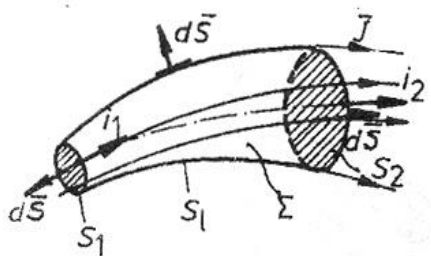

Fig.2.13. Conservarea intensității curentului într-un tub de curent.
**Consecință.** Dacă se consideră un tub de linii de curent și se aplică relația (2.23) suprafeței închise  $\Sigma$ , compusă din suprafețele transversale  $S_1$  și  $S_2$  și suprafața laterală  $S_1$  (unde  $\vec{J} \perp d\vec{S}$ ), se obține (fig.2.13) :